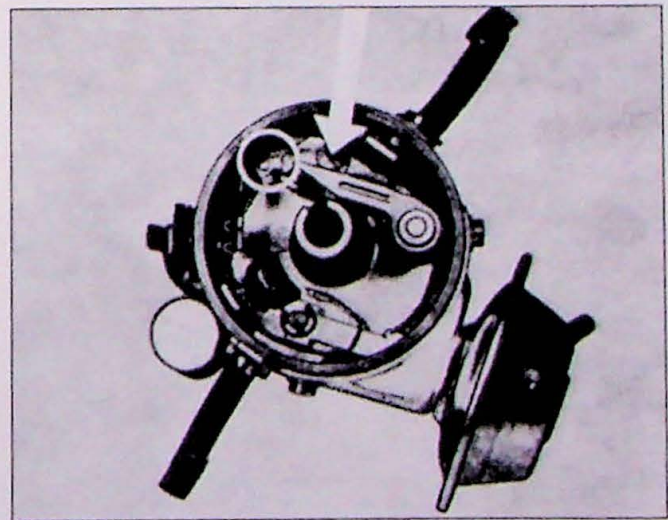

Fig. 13.3. Loszetten van de contactpunten
3. Het boutje van de contactpunthouder op de onderbrekerplaat bij de pijl iets losdraaien (Fig. 13.3). Zet een passende schroevendraaier tussen de afstelnokjes op de onderbrekerplaat en beweeg het losse deel van de contactpuntenhouder zodanig dat de opening tussen de contactpunten 0,4-0,5 mm bedraagt. Monteer de rotor.